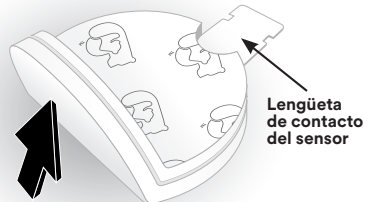

Figura 3-5: Retire el sensor
2. Retire el sensor cuidadosamente del paciente empezando por el borde (figura 3-5).